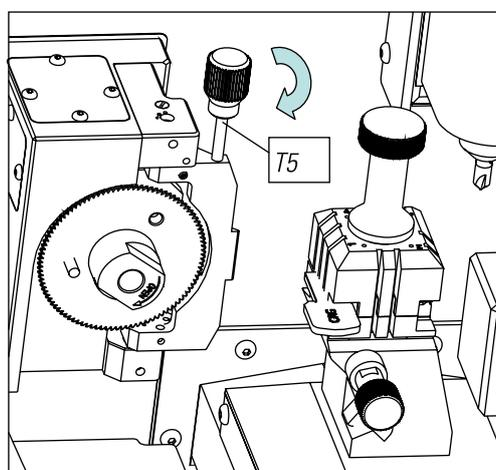

FIG. 22
- 1) Posizionare il CRG (T4) nel morsetto MP1 sul lato 1. (Fig.22)